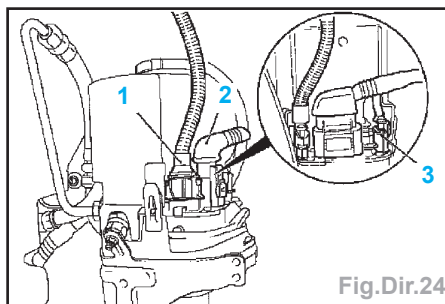

Fig.Dir.24
- Démontez la conduite de retour (4) de l'unité d'alimentation électrohydraulique.
- Débrancher l'unité d'alimentation électrohydraulique (Fig.Dir.24) :
- véhicules avec ESP : déverrouiller la fiche de faisceau de câbles de capteur d'angle de braquage (3) et la débrancher.